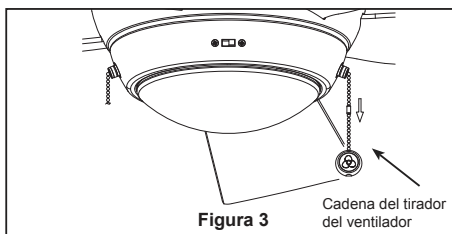

Figura 3
1. Fije bien la abrazadera para colgar a la caja de salida (no se incluye) con los tornillos y las arandelas provistas con la caja de salida. (Figura 3)
3. Extraiga uno de los tres tornillos del ensamble de la placa de iluminación. Guárdelos para después y afloje levemente los otros dos tronillos. (Figura 3)
3. Verifique el funcionamiento del ventilador jalando suavemente de la cadena del tirador del ventilador. (Figura 3)